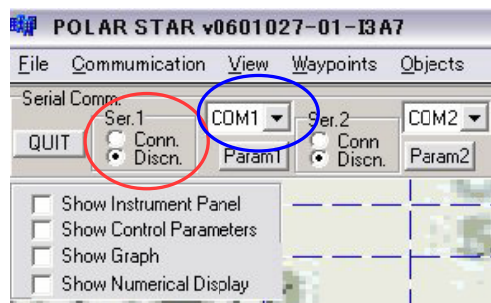

図 2.15: COM 番号の設定
- メインウインドウ左上 (図 2.15 の青い円内) の「Ser.1」(シリアルポート No.1) の COM 番号に、メモした COM 番号を指定しますが、メモと異なる COM 番号が表示されている場合は、右横の「 」をクリックすると、現在有効な COM 番号がプルダウンメニューで表示されます。その中から正しい COM 番号を選択してください。
メインウインドウ左上 (図 2.15 の青い円の下) の「Param1」(通信パラメータ) をクリックします。
- 図 2.15 の赤い円内にある「Ser.1」の「Conn.」(コネクト)のラジオボタンをクリックし、シリアルポート No.1 の通信を接続します⁶。
もし、Ser1 ウィンドウにダウンリンクデータが表示されない場合には、一旦、図 2.15 の赤い円内にある「Ser.1」の「Disc.」(ディスコネクト)のラジオボタンをクリックした後、システムスイッチを再度押して、「Ser.1」の「Conn.」(コネクト)のラジオボタンをクリックしてください。